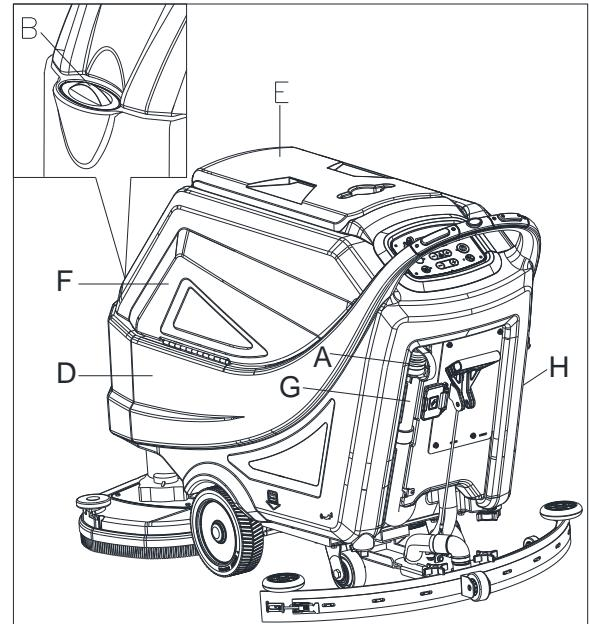

Figure 12
1. Ouvrir le couvercle d'entrée d'eau (B, Figure 12).
4. Ne pas trop remplir le réservoir, se reporter à l'indicateur de niveau d'eau (H) pour le volume d'eau.